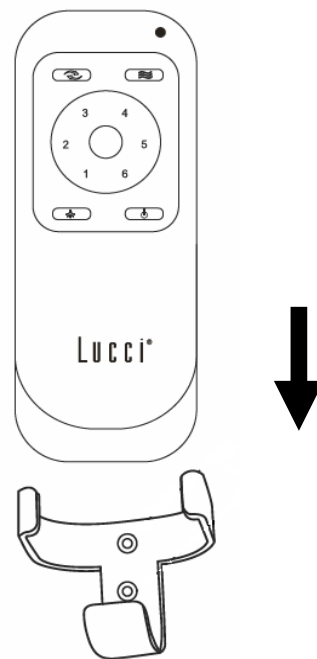

Fig. 9b
2. Introduzca el mando a distancia en el portamandos. (Fig. 9b)